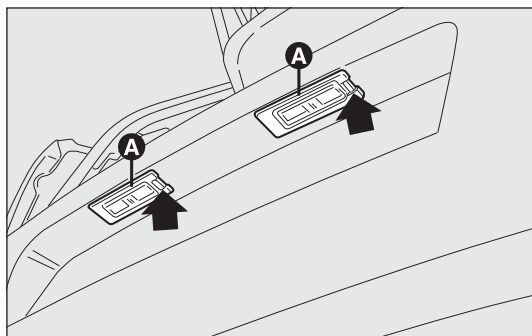

fig. 178
- agire nel punto indicato dalla freccia e rimuovere il gruppo trasparente A-fig. 178;